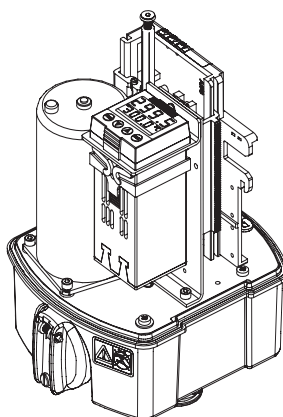

Рис. 19: Установка dTRON 316 ARI-PREMIO 2,2 - 5 кН
- Смонтируйте dTRON 316 с помощью крепежного комплекта на плате редуктора (Рис. 19).
- Смонтируйте контактор на плате редуктора с помощью крепежного комплекта (рис. 19)
- Закрепите реле контроля фазы рядом с контактором реверса (рис. 19)